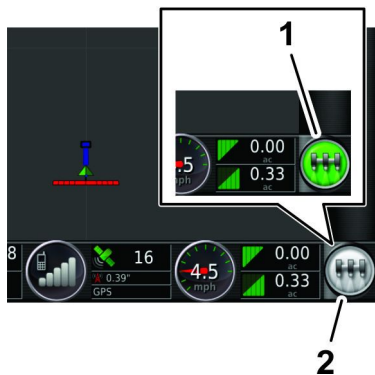

Рисунок 204
8. На управляющей консоли GeoLink нажмите значок MASTER SWITCH (ГЛАВНЫЙ ВЫКЛЮЧАТЕЛЬ) (Рисунок 204), чтобы установить его в положение ON (Вкл.) (зеленый).